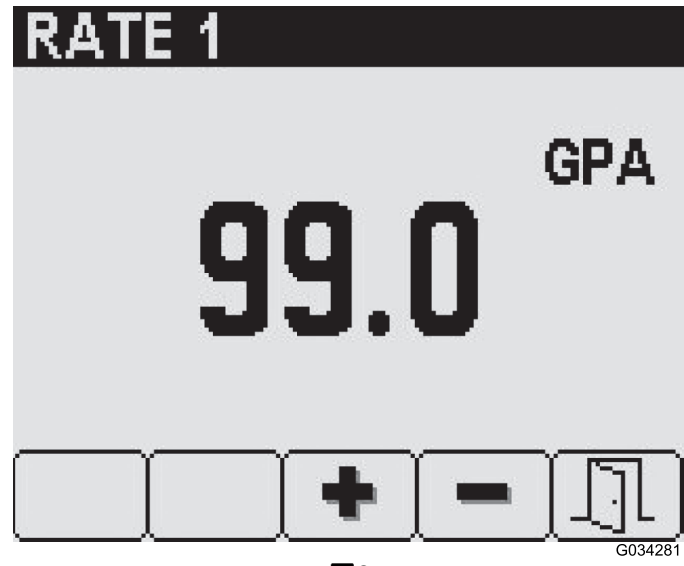

图8
- 3. 在选定喷洒率屏幕，用 3 号和 4 号按钮设置所需喷洒率（图8）。